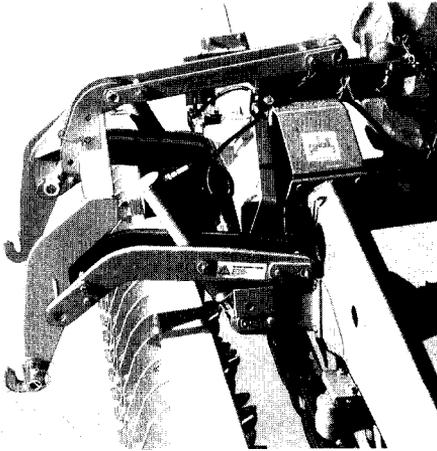
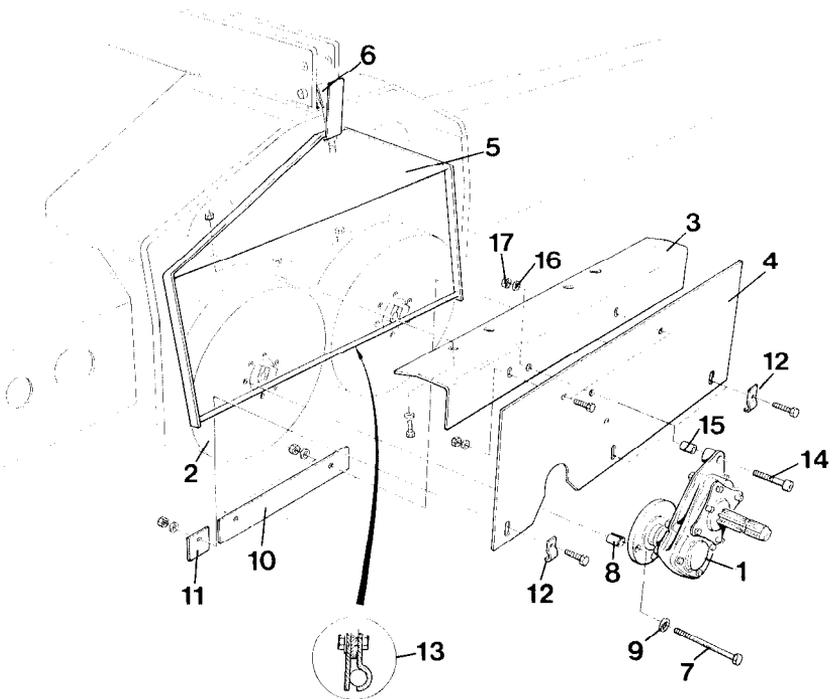

Fig. 63
Fig. 65
Das Zapfwellenanschlußgetriebe (Fig. 63, Fig. 65/1) ist an der linken Schwungscheibe (Fig. 65/2) der Rüttelegge RED und mit den Schutzblechen (Fig. 65/3 und Fig. 65/4) am Spannrahmen (Fig. 65/5) zu befestigen.
- Spannschraube (Fig. 65/6) lösen und Spannrahmen (Fig. 65/5) nach hinten abklappen.
- Anschraubwinkel (Fig. 65/3) am Spannrahmen (Fig. 65/5) befestigen.
- *Spannrahmen mit Spannschraube (Fig. 65/6) wieder fest verschrauben.*
- 3 Skt.-Schrauben (Fig. 65/7) demontieren und gegen Skt.-Schrauben M10x90, DIN 931-10.9, austauschen.
- Mit den längeren Schrauben (Fig. 65/7), Spannhülsen 18x45 (Fig. 65/8) und Scheiben 10,5x30x2,5, DIN 9021 (Fig. 65/9), das Zapfwellenanschlußgetriebe (Fig. 65/1) an der Schwungscheibe anflanschen.
- Stützblech (Fig. 65/4), Klemmschiene (Fig. 65/10), Klemmplatte (Fig. 65/11) und 3 Schellen (Fig. 65/12) nach Fig. 65/13 befestigen.
- Das Zapfwellenanschlußgetriebe (Fig. 65/1) am Stützblech (Fig. 65/4) mit einer Innensechskantschraube M12x45, DIN 912-10.9 (Fig. 65/14), einer Stahlbuchse (Fig. 65/15), einer Scheibe ϕ 12 mm, DIN 125 (Fig. 65/16), und einer Skt.-Mutter M 12 (Fig. 65/17), befestigen.